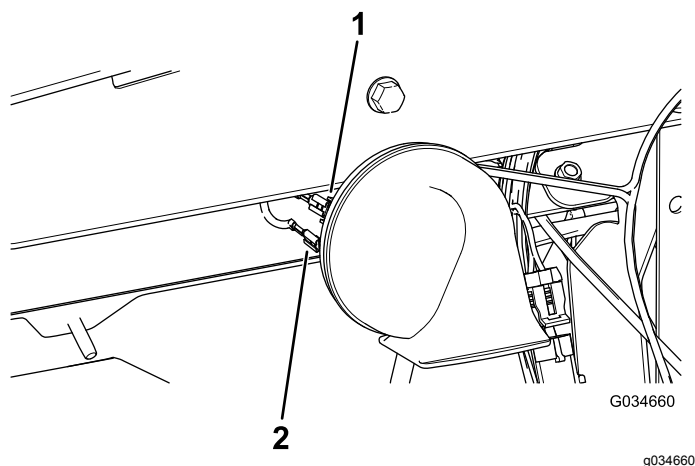

Figura 4
3. Conecte los 2 conectores hembra en el arnés de cables principal a los 2 conectores macho del claxon de 48 V (Figura 4).